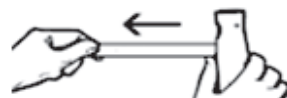

図1 離脱コントローラーの白色のタブ
(1) 本品を包装から取り出す。本品は滅菌器具として別に包装されている。
- (2) 本品の側面から白色のタブを取り除く（図1）。白色のタブを廃棄し、本品を無菌野に置く。